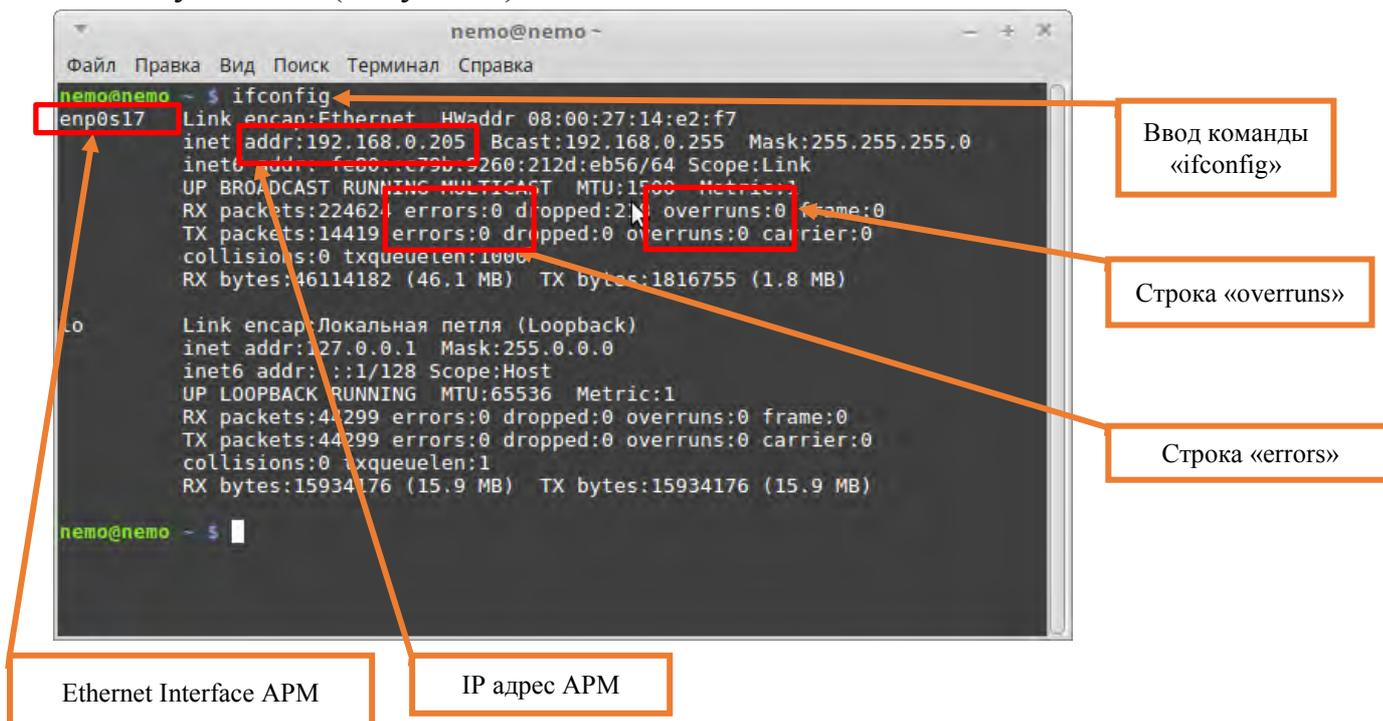

Рисунок 6. Ввод команды.
7.1.11. В «окне» терминала ввести команду «ifconfig» и нажать клавишу «Enter» (Рисунок 6).
7.1.12. Проверить работу локальной сети для интерфейса АРМ, обращая внимание на цифры в строках «errors», «overruns» (Рисунок 6).